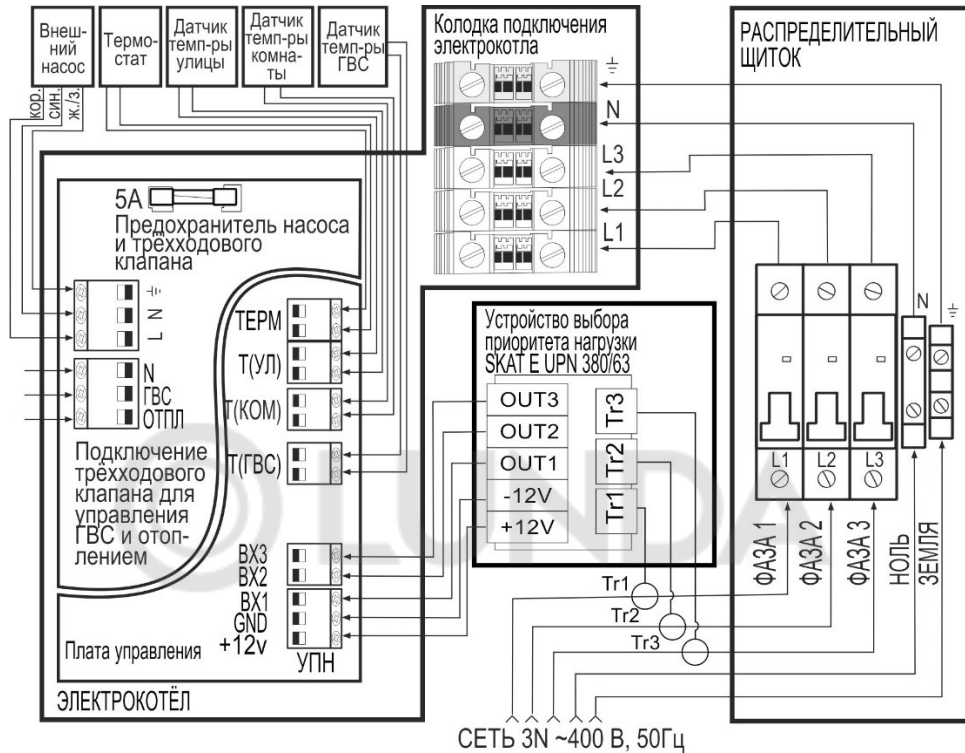

Рисунок 5 - Схема подключения электрокотла к сети 3N ~400 В
время отключает ТЭНов (см. схему подключения на Рисунок 5 и 6).
- Для подключения внешнего термостата или теплоинформатора необходимо удалить на плате управления из клеммной колодки с названием «ТЕРМ» перемычку, установленную на предприятии-изготовителе (см. Рисунок 5 и 6).
- подключить на плате управления датчик уличной температуры к колодке с надписью «Т(УЛ)» (см. Рисунок 5 и 6);